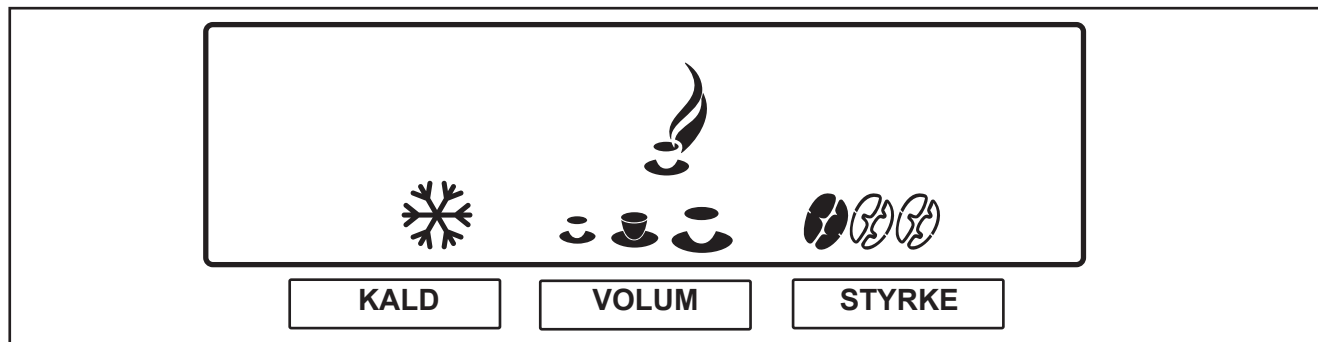

Fig. 15
Automaten har forvalgsvarianter. Servicemontøren kan ha aktivert disse forvalgene under installasjonen. Når forvalgsknappen blir trykket, vises disse forvalgsvariantene på displayet (fig. 15):
2. Trykk forvalgsknappen «KALD» for å aktivere dette forvalget. Ikonet for kald blir vist (fig. 15).
2. Trykk forvalgsknappen «VOLUM» for å aktivere forvalget. Tre koppeikoner (liten - middels - stor) blir vist (fig. 15).